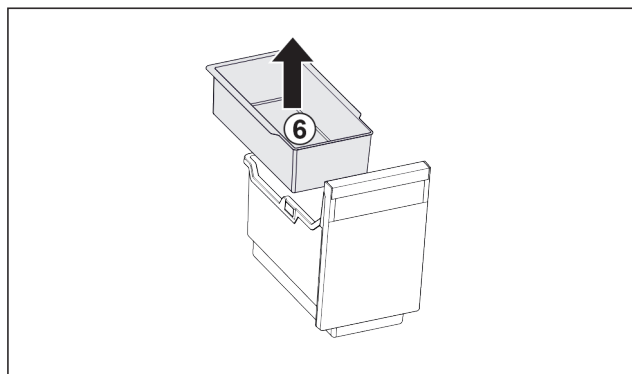

Fig. 101
- ▶ Vyjměte závěsnou misku Fig. 101 (6).